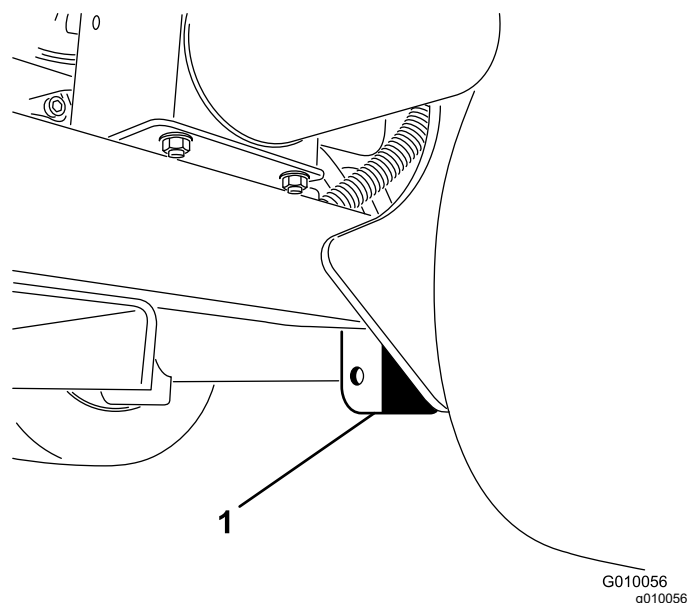

図 37
3. 後ホイールのすぐ内側にあるフレームプレートの下にジャッキを確実に置く **図 37**。